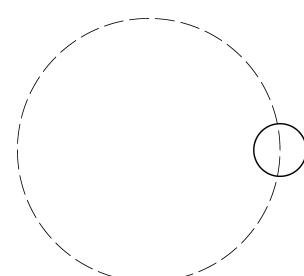

图 5-30 绘制源对象
指定圆的半径或 [直径 (D)] <50.0000> : 10 (按<Enter>键, 如图 5-30 所示)